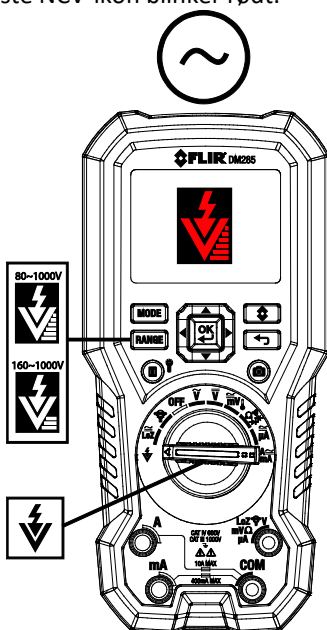

Fig. 9-2 Kontaktløs spændingssensor
1. Sæt funktionskontakten i stillingen NCV . Se Fig. 9-2.
3. Brug knappen **RANGE** til at vælge højt følsomhedsområde (80-1.000 V) eller lavt følsomhedsområde (160-1.000 V) (se ikonerne for følsomhed i Fig. 9-2).